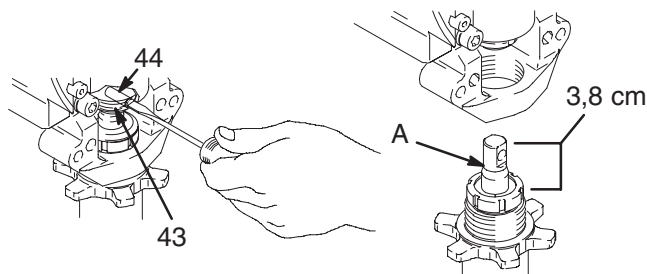

Abb. 10
4. Abb. 10. Die Pumpe im JOG-Modus durchlaufen lassen, bis sich der Pumpenstift (44) in einer Position befindet, aus der er entfernt werden kann. Den Netzschalter auf OFF stellen und das Netzkabel abziehen. Den Haltering (43) nach oben schieben und den Pumpenstift herausdrücken.
1. Abb. 10. Die Kolbenstange 3,8 cm ausziehen. Fett am oberen Ende der Kolbenstange bei Punkt (A) oder innerhalb der Verbindungsstange auftragen.